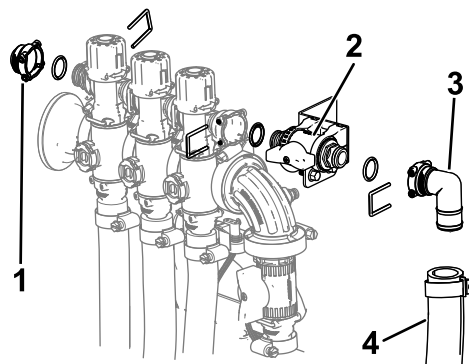

Figura 20
6. Sujete la válvula de cierre a la válvula del brazo con la junta tórica y la horquilla de retención que se retiraron anteriormente (Figura 20).
7. Instale el tapón ($\frac{1}{2}$ "), las juntas tóricas, el acoplamiento y la manguera en la válvula de cierre usando las horquillas de retención que se retiraron anteriormente, como se muestra en la Figura 20.